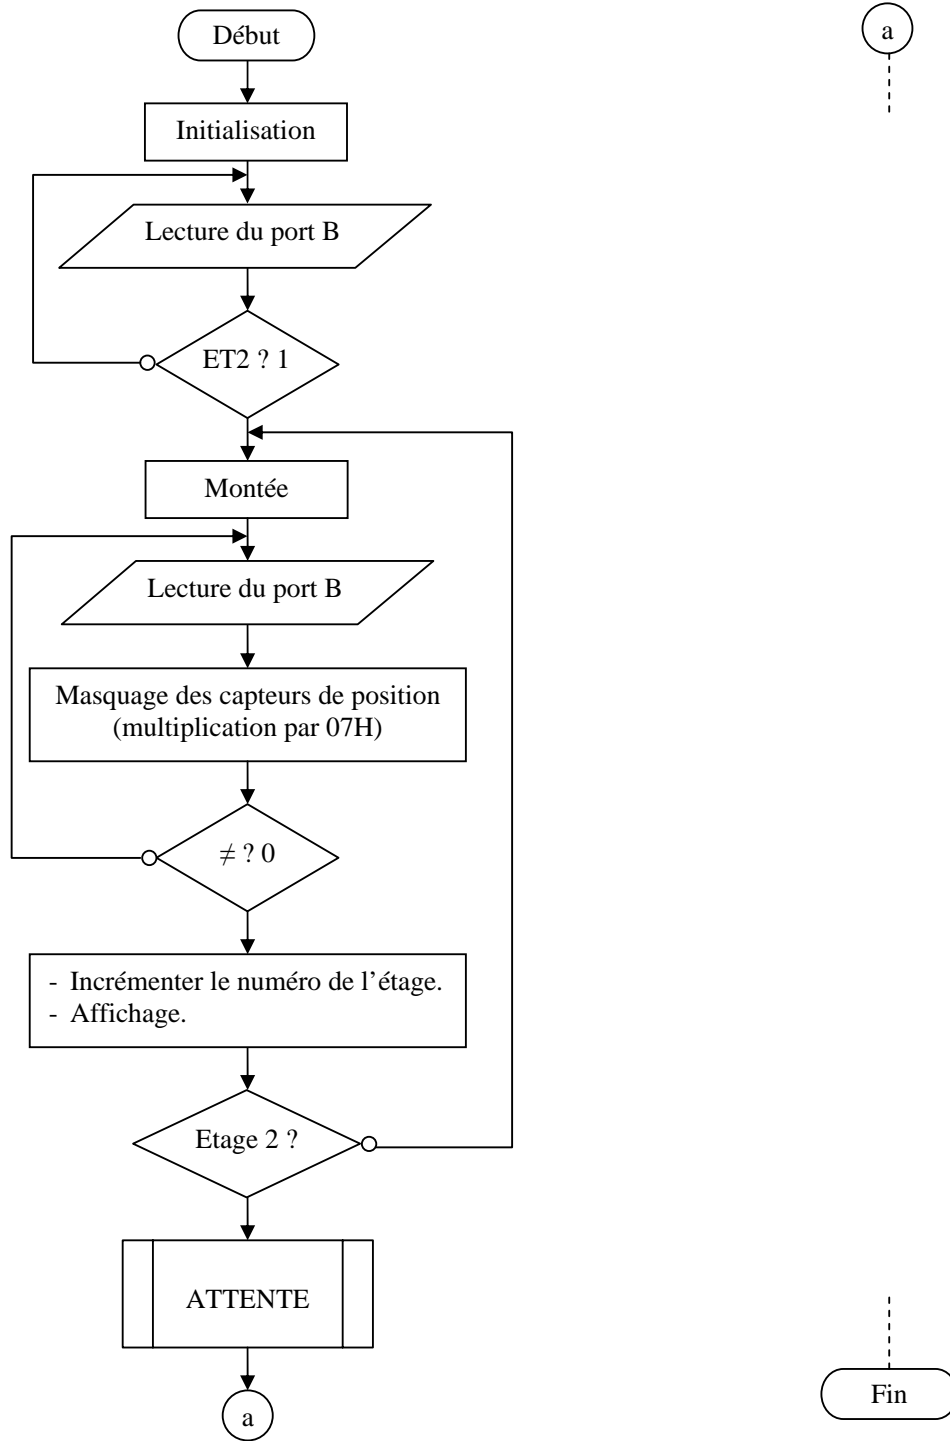

Figure 2 : Organigramme.
- 3- Calculer la valeur du compte initial (N) permettant au compteur zéro, programmé en mode 1, de générer une temporisation de 10 secondes sachant que la fréquence du signal d'horloge CLK est de 1,2 KHZ.
- 5- L'organigramme du cycle de fonctionnement désiré est représenté à la figure 2. Compléter cet organigramme puis le traduire en un programme assembleur 8086. Détailler en particulier la procédure ATTENTE qui doit permettre de :